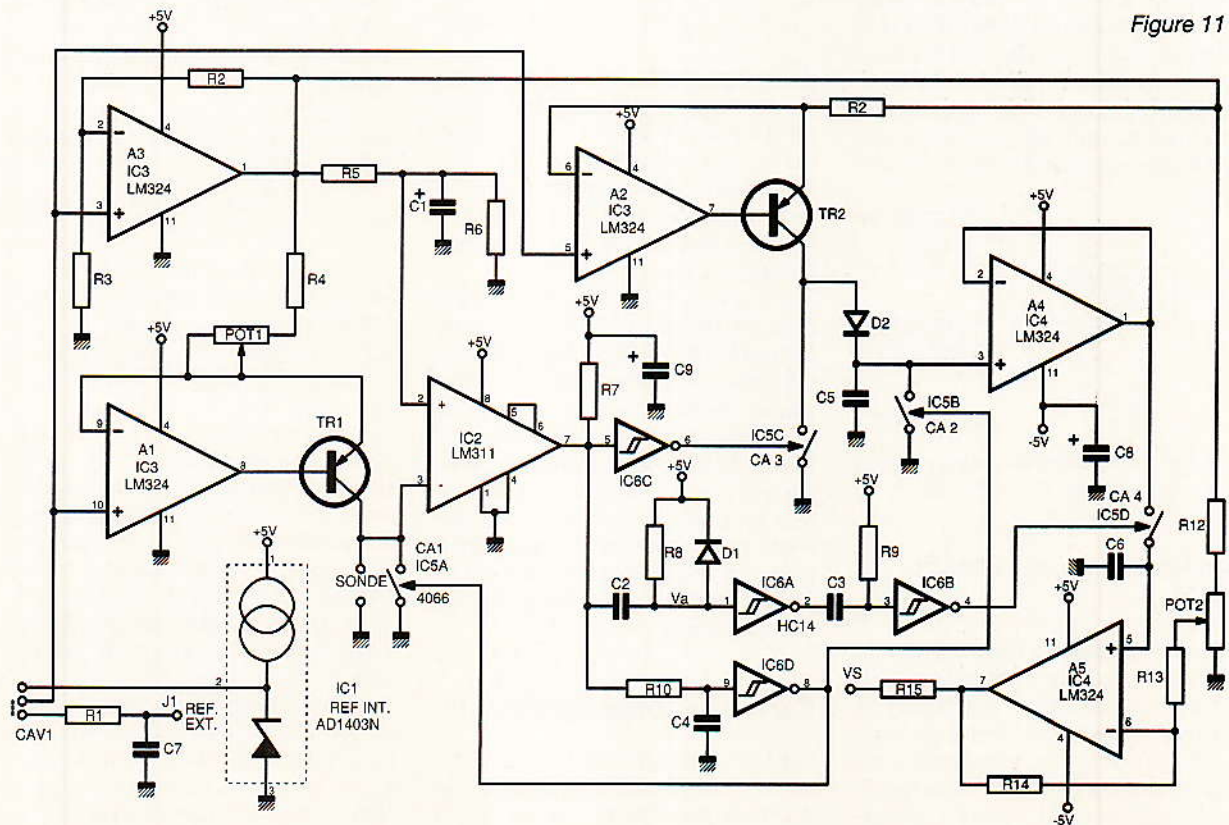

Figure 11
La figure 11 donne le schéma de principe du montage réalisé, sur lequel on peut distinguer les divers éléments déjà étudiés.
Il est, comme on peut le voir sur la figure 11, directement semblable à celui envisagé dans le montage théorique, à la différence près que le suiveur de sortie a été remplacé par le montage construit autour de A₅. Ceci a deux conséquences : premièrement, la tension sur le condensateur d'échantillonnage C₆ a été simplifiée d'un facteur égal à 2, 1 + (27/27), et deuxièmement, la présence du potentiomètre POT₂ permet de régler la tension de sortie à zéro quand C_{ext} = 0 ou toute autre valeur. Suivant l'usage qui est fait du montage, cela peut ou non être nécessaire : si l'acquisition de V_s est faite par un ordinateur, il est facile de mesurer la tension à vide (C_{ext} = 0), évidemment non nulle du fait des capacités parasites présentes : capacité de collecteur de T₁, capacité d'entrée du comparateur et du commutateur analogique, etc. et de la retrancher de celle obtenue pour une valeur de C_{ext}, donnée ; si la tension de sortie est directement affichée ou traitée, il vaut mieux que cette correction soit faite pour que V_s = 0 si C = 0.
Bien que certains éléments aient disparu, nous avons conservé les noms des restants afin de pouvoir comparer les schémas des figures 11 et 18. On remarquera qu'ici aussi, la sortie V_c du comparateur attaque trois circuits différents :
- V_c est aussi comme décrit figures 11 et 12, différenciée pour produire Q_A et $\bar{Q}_A$, ce dernier signal étant appliqué sur l'entrée LE des CD 4511, décodeurs 7 segments équipés de registres d'entrée, afin de charger une nouvelle donnée dans les registres.